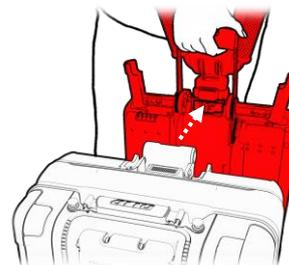

Figure 52
4. Tirez le châssis avant par le guidon et séparez-le du châssis arrière (voir la figure 52).